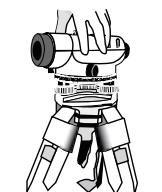

Fig.3
(3) Coloque el instrumento en la cabeza del trípode B y apriételo. (Fig. 3)